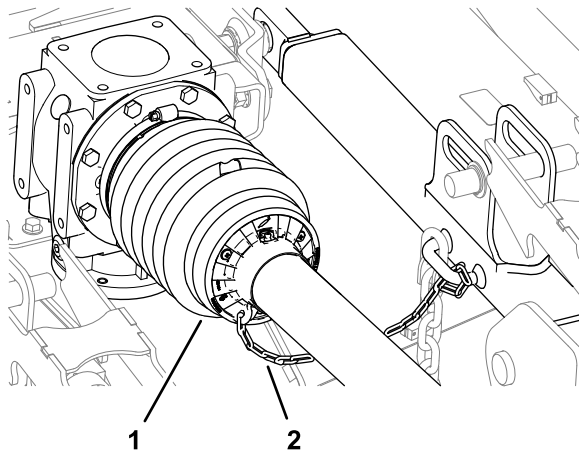

**Figura 14**
6. Controllate che la catena di fissaggio sia collegata alla protezione dell'albero della PDF posteriore, alle protezioni dell'albero di trasmissione e al telaio del tosaerba (Figura 14 e Figura 15).